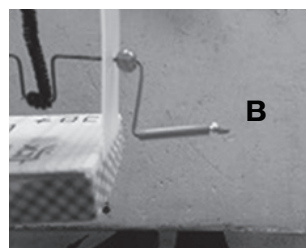

図 3
- (5) 針金 B にビーズを通し PP シートの脇に寄せ、針金を直角に曲げます。さらに 3 cm の位置で直角に曲げてストローを通し、針金の先を丸く曲げて取手にします (図 3)。